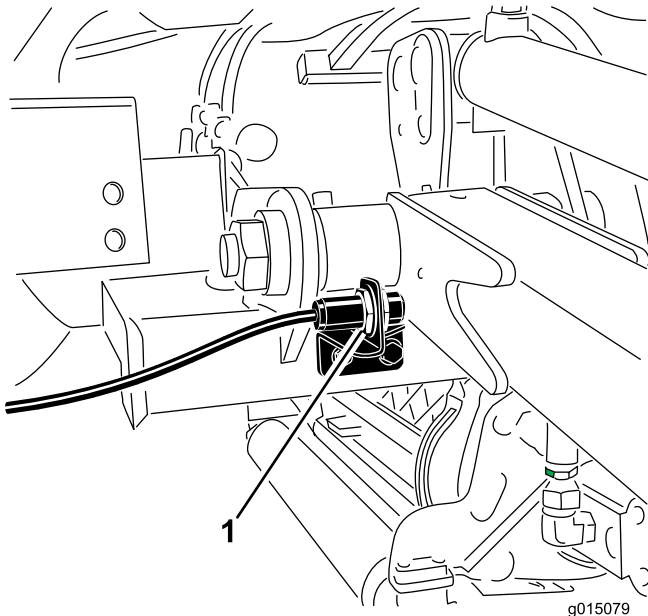

Figura 72
2. L'interruttore del braccio di sollevamento è situato dietro il braccio di sollevamento anteriore destro (Figura 72).
3. Allentate le viti di attacco dell'interruttore (Figura 72) e alzate l'interruttore per aumentare l'altezza d'inversione del braccio di sollevamento o abbassate l'interruttore per ridurla.